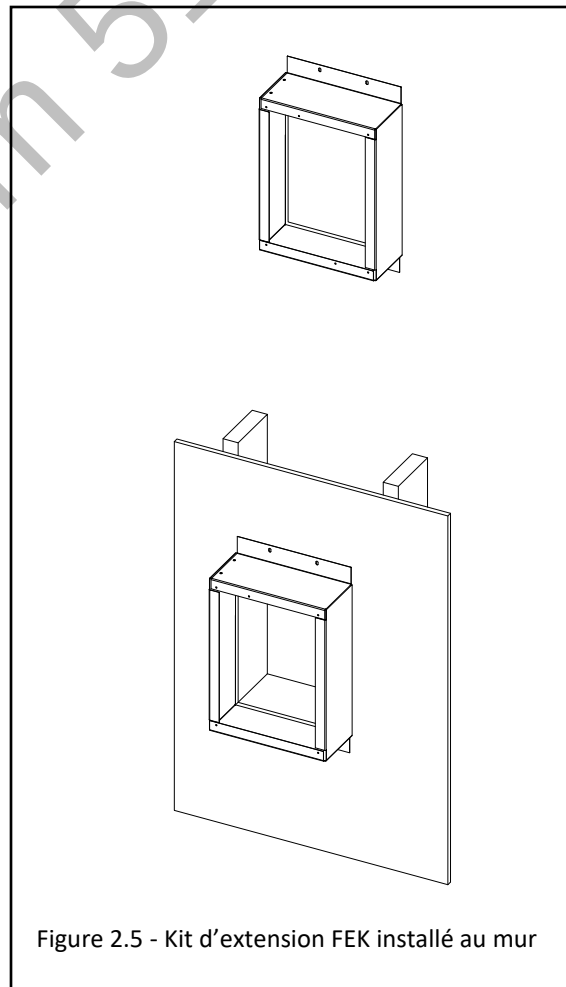

Figure 2.5 - Kit d'extension FEK installé au mur
2. Placez la boîte du kit d'extension de finition (FEK) par-dessus l'ouverture encadrée dans le mur. Vérifiez que le FEK est de niveau pour que l'eau de pluie ne s'accumule pas dans le chapeau d'évacuation du HTK-EXT installé. Fixez-la au bâtiment. Vérifiez que la boîte reste perpendiculaire pour que le HTK-EXT puisse être installé correctement. Voir la FIGURE 2.5.